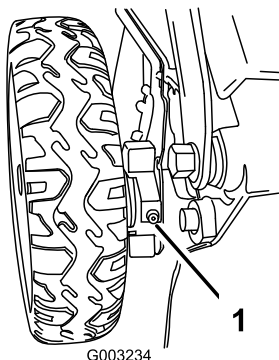

Figura 26
1. Limpie con un trapo limpio los engrasadores situados justo dentro de las ruedas traseras (Figura 26).